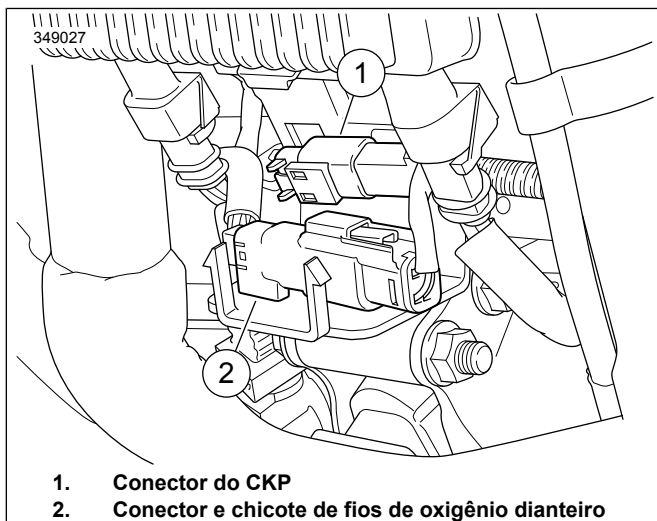

Figura 39. Localização do sensor de oxigênio dianteiro
Veja Figura 39 . Abra a tampa da caixa de fusíveis dianteiro e desconecte o conector do sensor de oxigênio dianteiro (2). Remova o receptáculo do conector do suporte.